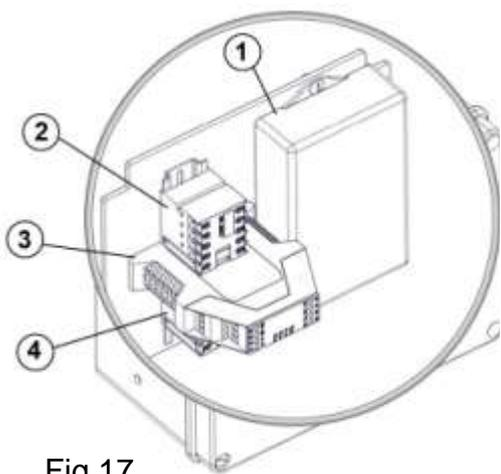

Fig.17
- b) Inspeccionar todo o conjunto de comando (CONTADORES (Fig.17), RELÉ SEGURANÇA (Fig.17), FONTE CHAVEADA (Fig.17), CHAVES DE ACIONAMENTO e CHICOTE ELÉTRICO) e verificar se há contaminação destes componentes por agentes externos agressivos ao sistema, tipo: sabão, água, insetos, etc. Verificar também a integridade dos cabos elétricos e seus terminais elétricos. Caso haja contaminação do sistema, deve-se proceder a troca do componente degradado.